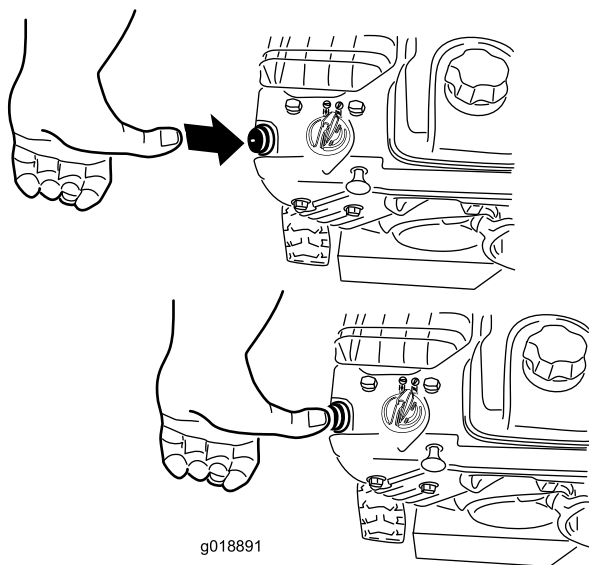

Рисунок 23
4. Энергично нажмите большим пальцем кнопку заливочного насоса два раза (при температурах -9°C и выше) или четыре раза (при температурах ниже -9°C), каждый раз удерживая кнопку в течение секунды перед отпусканием (Рисунок 23).